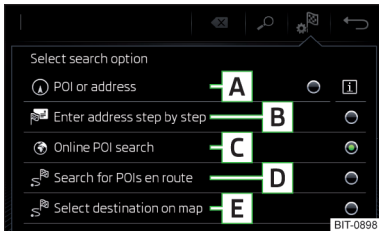

Abb. 163
Funktionsflächen » Abb. 163
- › Anschließend die Funktionsfläche eines der Menüpunkte für die Zielsuche **A**, **C** oder **D** antippen » Abb. 163 auf Seite 149.
- › Anschließend die Funktionsfläche → **B** » Abb. 163 auf Seite 149 antippen.
- Anschließend die Funktionsfläche  → **E** » Abb. 163 auf Seite 149 antippen.